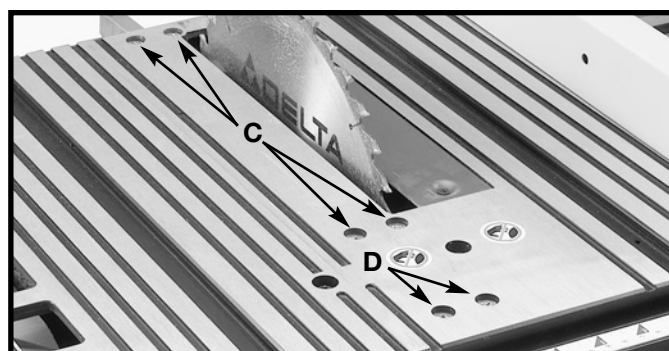
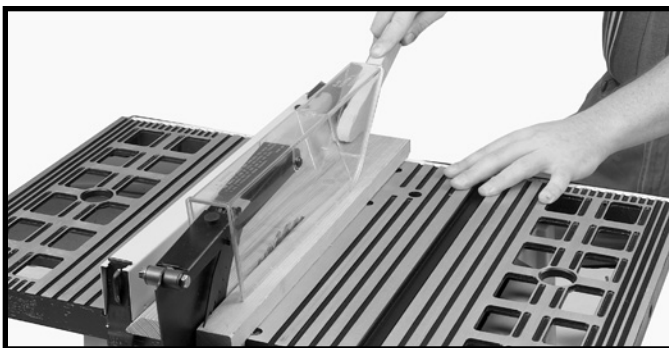

Fig. 37
Fig. 41
5. Si las medidas delanteras y posteriores, mostradas en las Figuras 35 y 36, no son idénticas, afloje los cuatro tornillos (C) Fig. 37. Antes aflojar los tornillos, aflojan las nueces bajo la mesa localizada debajo de cada tornillo. Tome la hoja de la sierra cuidadosamente y muévela hasta que la hoja quede paralela a la ranura de la escuadra de ingletes. Apriete entonces los cuatro tornillos (C) Fig. 41 firmemente.
AVISO: Si no se puede realizar un ajuste suficiente aflojando los tornillos (C), los tornillos (D) también Fig. 37 pueden ser aflojados si resulta totalmente necesario para realizar el ajuste.
3. Si la pieza de trabajo que se esté cortando al hilo mide menos de 4 pulgadas de ancho, se debe utilizar siempre un palo de empujar para completar el avance, de la manera que se muestra en la Fig. 41. El palo de empujar se puede hacer fácilmente utilizando material de desecho, de la manera que se explica en la sección "CONSTRUCCIÓN DE UN PALO DE EMPUJAR".